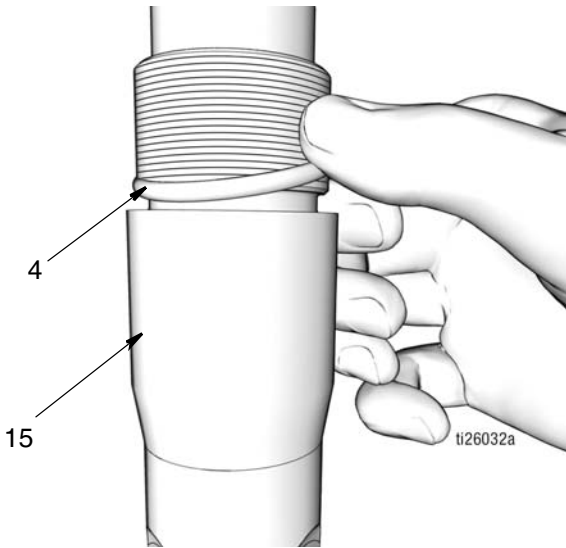

图 43
- b. 在 O 形圈 (4) 上抹上薄薄一层滑脂，在出口止回阀 (15) 周围安装 O 形圈 (图 43)。